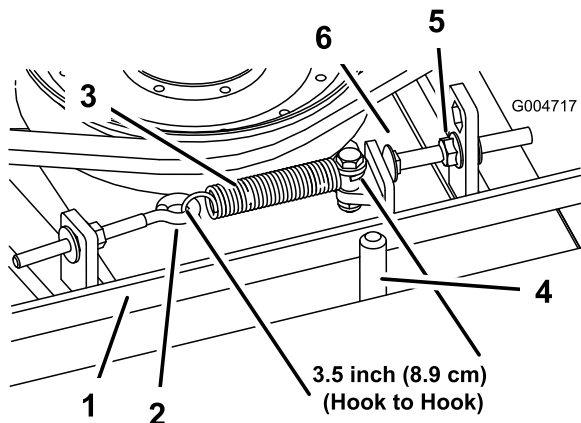

Bild 97
Bei richtiger Spannung sollte die Messung an der Verlängerungsfeder (Haken zu Haken) ungefähr $8,9 \text{ cm} \pm 0,63 \text{ cm}$ betragen. Wenn die Federspannung richtig ist, stellen Sie die Anschlagsschraube (Schlossschraube) ein, bis der Abstand zwischen dem Schraubenkopf und dem Spannarm ungefähr $0,32 \text{ cm} \pm 0,152/0,000 \text{ cm}$ beträgt (Bild 97).
Hinweis: Achten Sie darauf, dass der Riemen auf der Federseite der Riemenführung positioniert ist (Bild 97).
2. Lösen Sie den Augenbolzen, um die Verlängerungsfeder abzunehmen (Bild 97).
3. Lösen Sie die Bundmutter, mit der die Anschlagsschraube an der Befestigungslasche befestigt ist. Schieben Sie die Mutter so weit zurück, dass der Spannarm an der Anschlagsschraube vorbeigeführt werden kann (Bild 97). Bewegen Sie die Spannscheibe vom Riemen weg, um diesen zu entspannen.
8. Setzen Sie die Verlängerungsfeder (Bild 97) wieder in den Augenbolzen ein und spannen Sie den Riemen wie folgt: